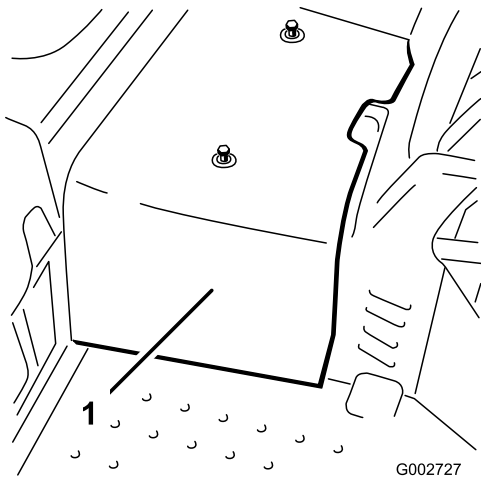

Bild 40
2. Nehmen Sie die zwei Schrauben ab, mit denen die mittlere Haube an der Maschine befestigt ist, und nehmen Sie die Haube ab (Bild 40).